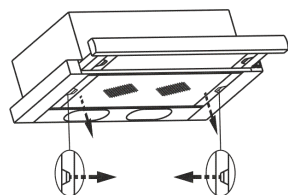

рис. 7
- снимите алюминиевый фильтр, для этого нажмите на пружинный замок на фильтре и потяните его вниз и на себя (рис. 7);
8.3 Для очистки алюминиевого фильтра извлеките его из вытяжки (рис. 7) и произведите его очистку с помощью щетки водным раствором нейтрального моющего средства вручную или в посудомоечной машине (при 60°C). Сильно загрязненный фильтр не следует мыть в посудомоечной машине. Старайтесь не сгибать фильтр при мойке. Возможное изменение цвета фильтра, с течением времени, не приводит к снижению эффективности его действия.